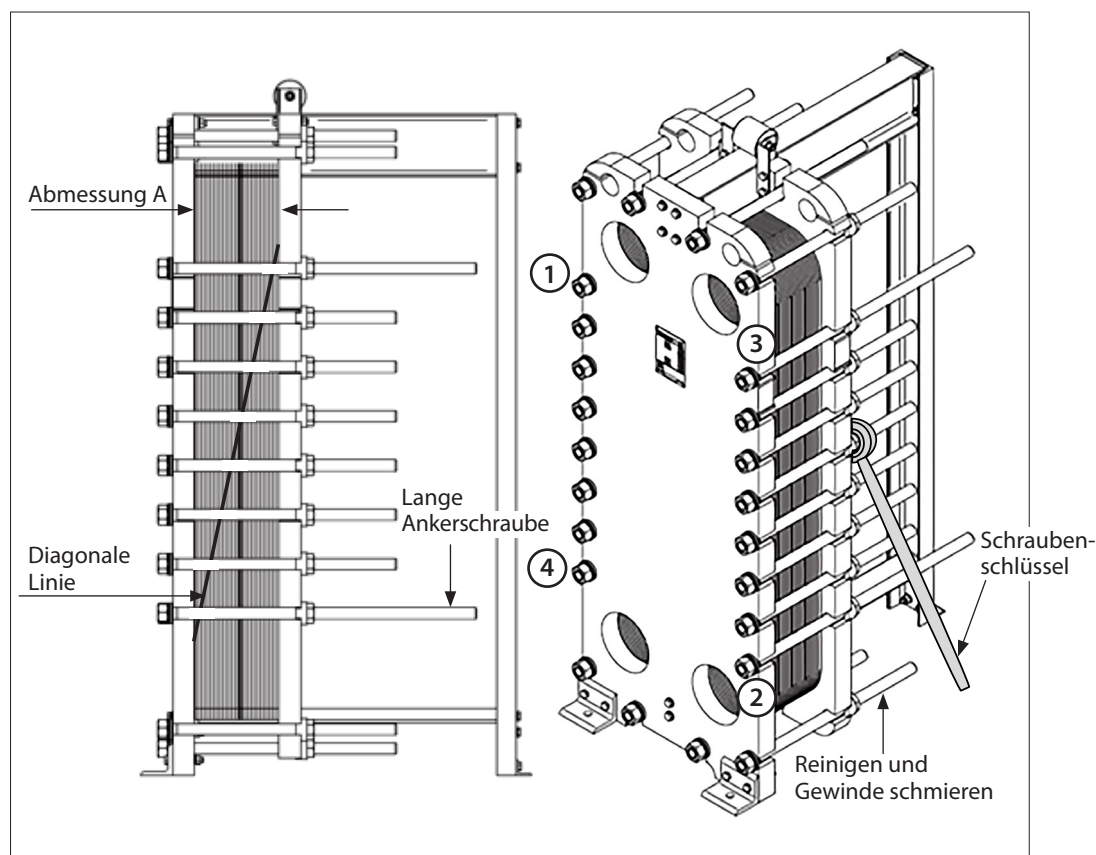

Abb. 14 Schließen des Plattenwärmeübertragers. Hinweis: Die Abmessung A darf niemals unter der min. Abmessung A liegen (siehe Typenschild)
- Die langen Ankerschrauben gleichmäßig in der Reihenfolge 1, 2, 3, 4 (Abb. 14) montieren und festziehen, bis ein Widerstand feststellbar ist, d. h., die darauf folgende muss im parallelen Ablauf geschlossen werden